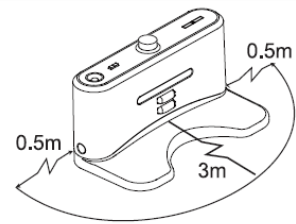

Abbildung 1.
2. Kein Hindernisse oder Hohlräume 3m entfernt von der Docking Station in der Vorder- und 0,5 auf der rechts und links. (Siehe Abbildung 1)